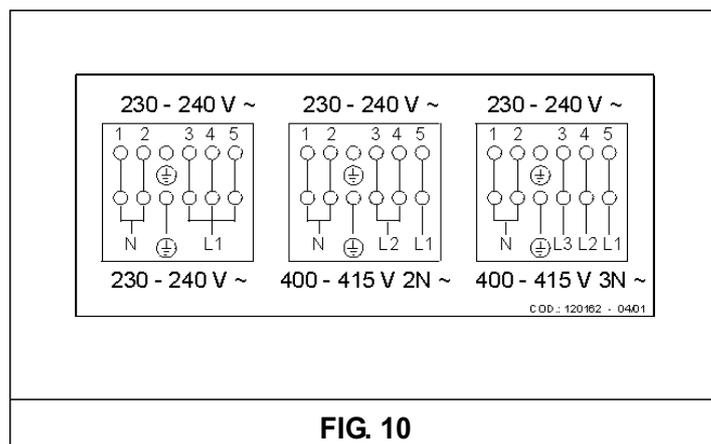

FIG. 10
**b)** Déplacez les cavaliers de raccordement sur la boîte à bornes en suivant le schéma de la fig. 10 apposé sur le caisson de la table de cuisson.